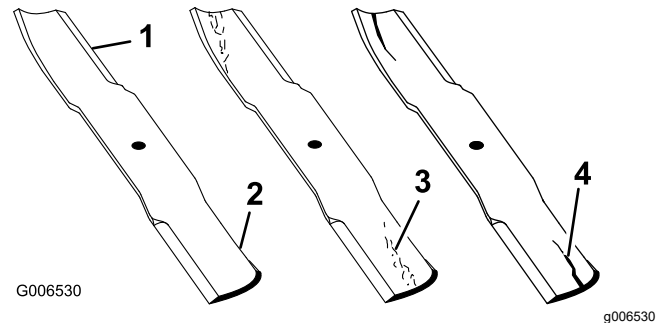

Figura 73
1. Inspeccione los filos de corte (Figura 73).
4. Si observa fisuras, desgaste o la formación de una ranura en esta zona, instale de inmediato una cuchilla nueva (Figura 73).